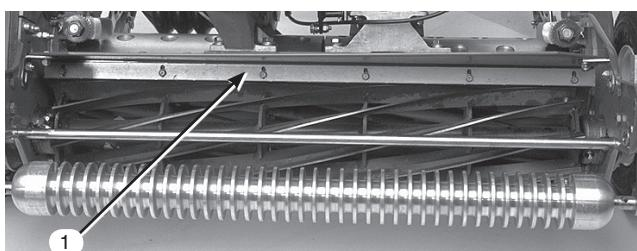

図18
- バー(図18)をカッティングユニットに固定しているネジをゆるめる。